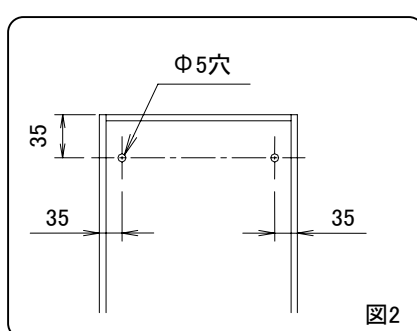

図2
- ②中台キャビネットの後板の所定位置に壁面取付け用の下穴(φ5穴)を加工してください。(図2)